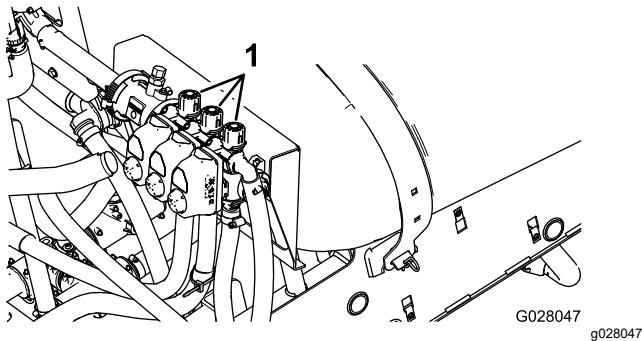

Figura 21
2. Desactive la sección izquierda y ajuste el mando de desvío de la sección (Figura 21) hasta que la presión marcada coincida con el valor previamente ajustado (típicamente 2,75 bar).
4. Ajuste el mando de desvío de la sección derecha (Figura 21) hasta que la presión marcada coincida con el valor previamente ajustado (típicamente 2,75 bar).
6. Ajuste el mando de desvío de la sección central (Figura 21) hasta que la presión marcada coincida con el valor previamente ajustado (típicamente 2,75 bar).